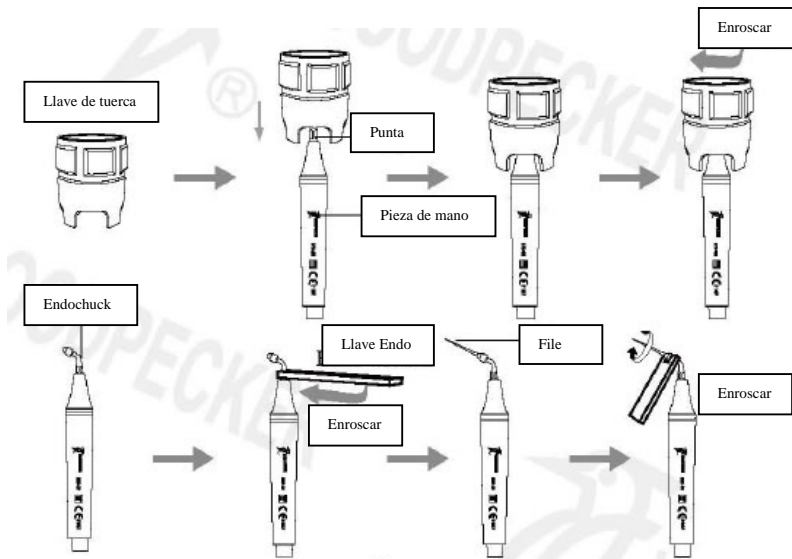

FIGURA 6
f) Croquis de cómo se instalan las puntas y el endochuck con la llave de ajuste son mostrados en la figura 6.
2.1.3 Instrucciones de uso de la llave de ajuste (mostrada en la figura 6)
1. Colocar la punta de scaler dentro de la llave de ajuste; como se muestra en la figura 6.
2. Instalación de la punta de scaler: Sostener la pieza de mano, girar la punta en la dirección mostrada en la figura 6 con la llave de ajuste. Gira una vuelta mas cuando la punta se detenga, entonces la punta estará instalada.
- a) Fijar el endochuck a la pieza de mano con la llave para endo.(Ver figura 6)